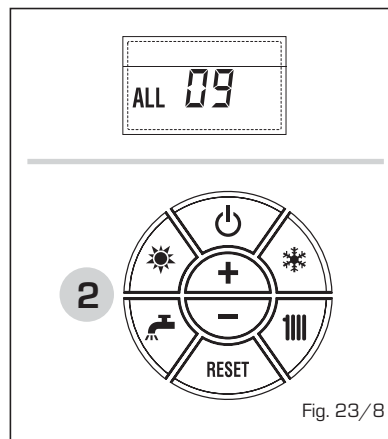

Fig. 23/8
- ANOMALÍA SONTA AUXILIAR "AL 10" (fig. 23/9)